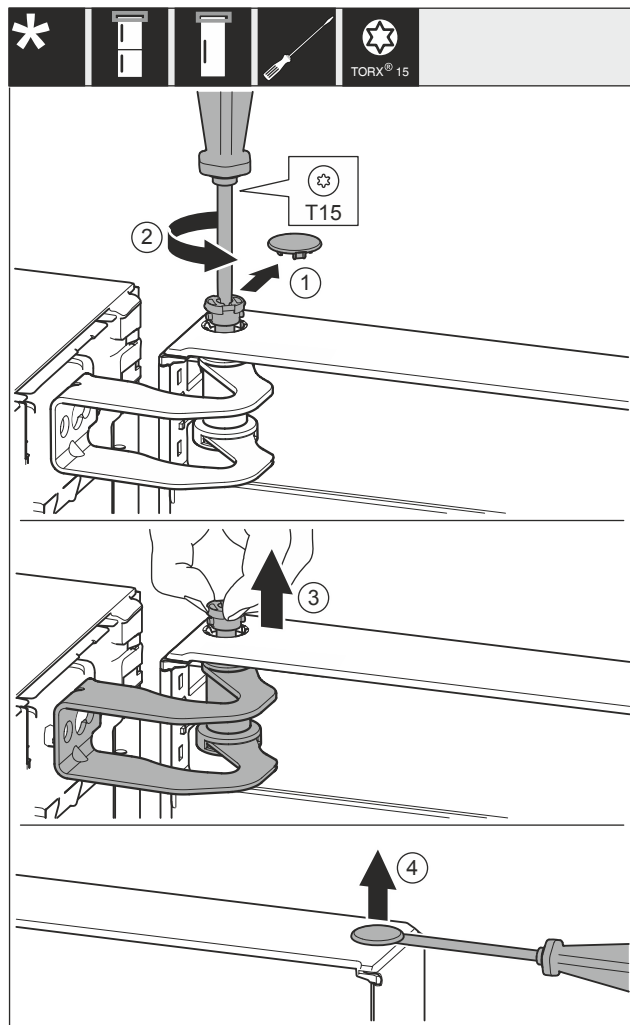

Fig. 15
- Обережно зніміть кришку Fig. 15 (1).
- Трохи викрутіть болт Fig. 15 (2) за допомогою викрутки.
- Витягніть болт Fig. 15 (3) пальцями.
- За допомогою викрутки обережно підніміть і витягніть кришку Fig. 15 (4).